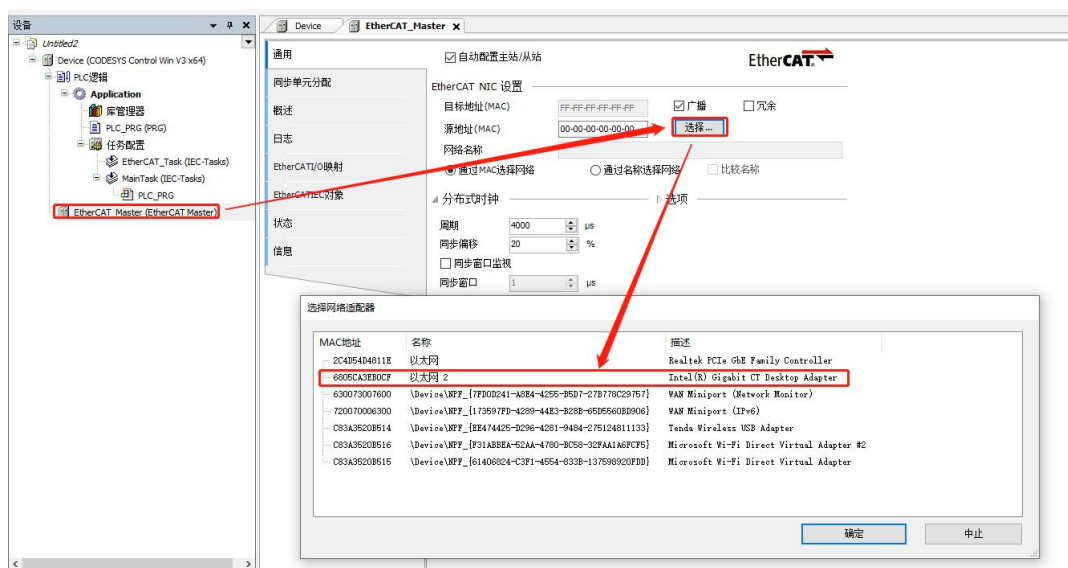

图 4.8 选择网卡
(7) 双击设备栏“EtherCAT_Master”，在“通用”选项下选择对应的网卡。在“源地址(MAC)”项，点击“选择”，选择对应的网卡，如下图 4.8 所示。